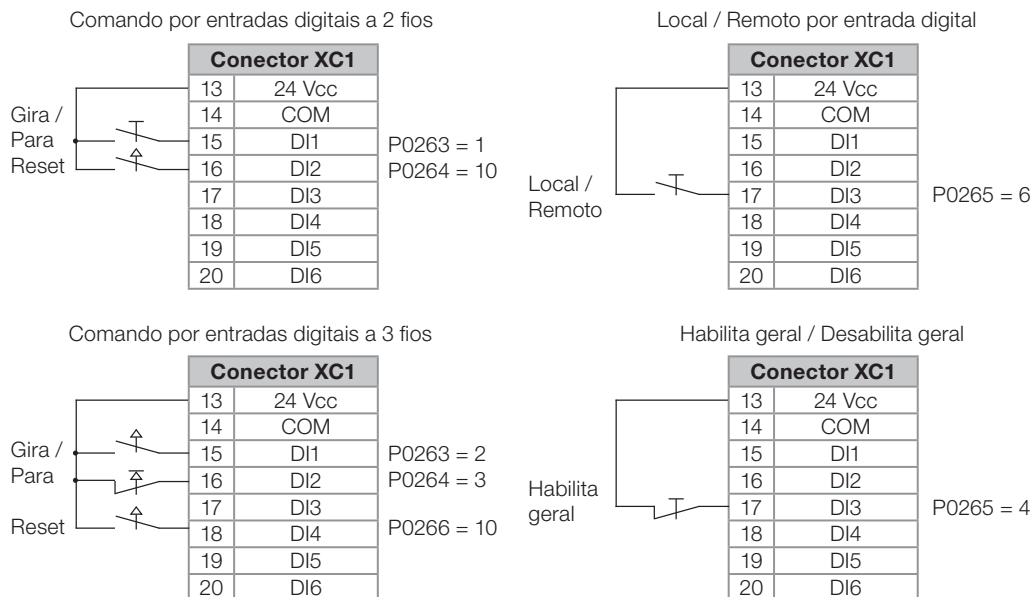

Figura 5.30: Exemplo de comandos por entradas digitais
- As entradas digitais possuem funções programáveis, na figura 5.30 são apresentados alguns exemplos de programação.